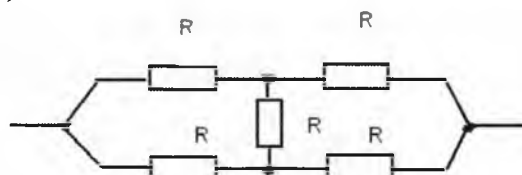

Рис. 1
13. Найдите чему равно сопротивление цепи, если все $R=3$ Ома и равны между собой (см. рис. 1).